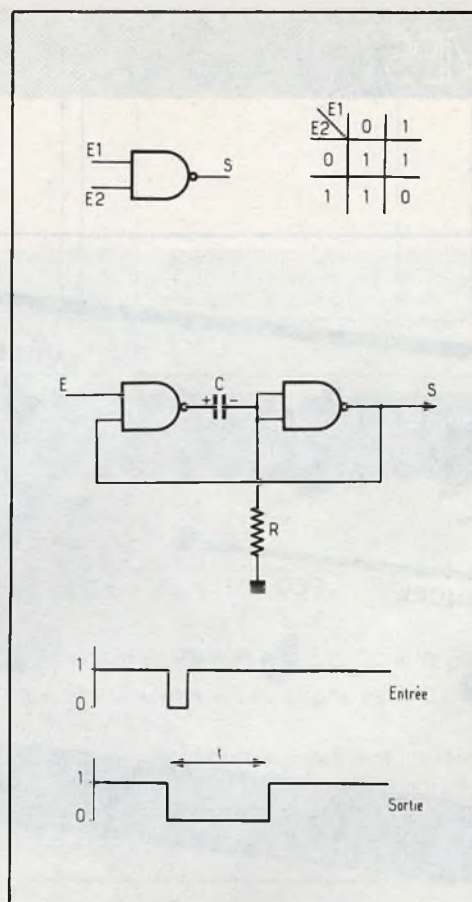

Fig. 3. - Les portes NAND et leurs applications dans un monostable.
- Caractéristiques d'un monostable constitué de NAND (voir fig. 3).